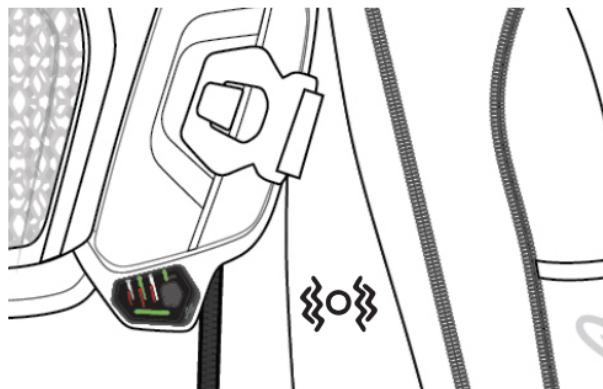

Abbildung 9: LED-Kontrollphase
- 1) LED-Prüfung: In dieser Phase prüft das System, ob alle verfügbaren LEDs korrekt funktionieren. Der Benutzer wird sehen, dass alle verfügbaren LEDs (4c, 4d, 4e) für etwa eine Sekunde GRÜN leuchten und dann erloschen (Abbildung 9);